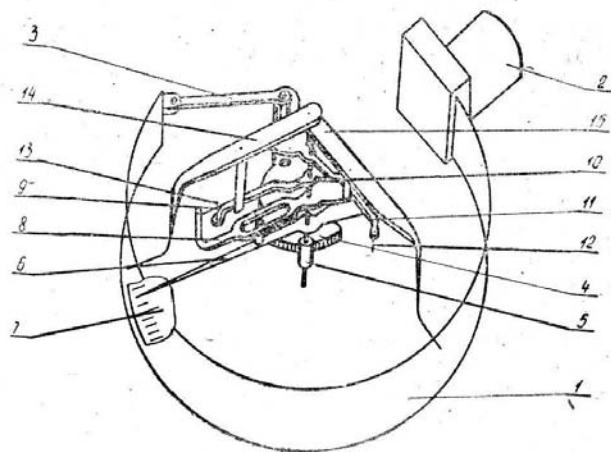

Рис. 1. Схема принципиальная
3.1. Принцип действия приборов основан на уравнивании измеряемого давления силами упругой деформации манометрической пружины 1 (рис. 1).